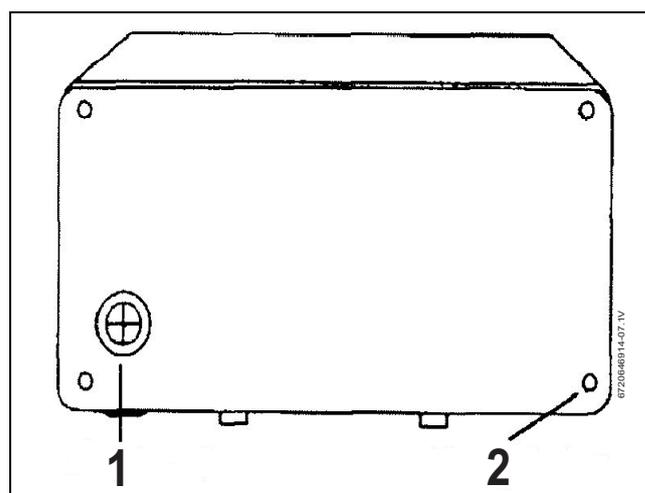

Fig. 6 Parte posterior de la unidad
- ▶ Si va por la parte posterior de la cubierta de la unidad, corte a través del ojal de la placa trasera con un cuchillo afilado. Asegúrese de no retirar la arandela de la placa posterior (Fig. 6):